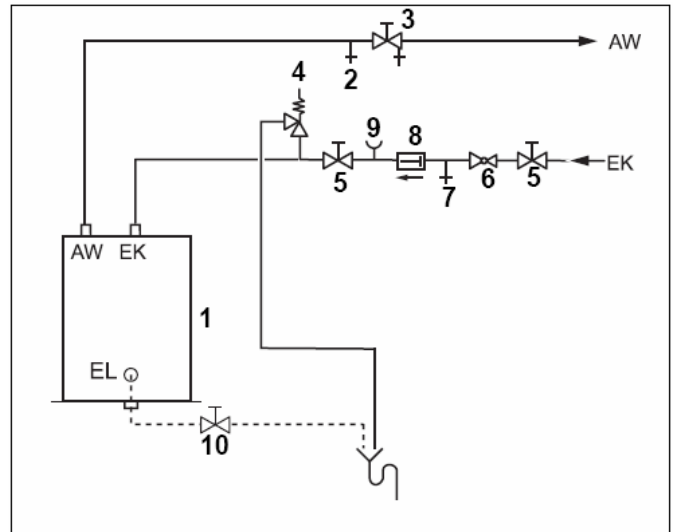

Рис. 11 Установка по стандарту DIN 1988 (принципиальная схема)
- Опорожнить накопитель горячего водоснабжения. Для этого закрыть запорный вентиль на входе холодной воды ЕК и открыть сливной кран EL (рис. 11, стр. 13). Для впуска воздуха открыть продувочный и воздушный вентиль или выше всего расположенный водоразборный кран.